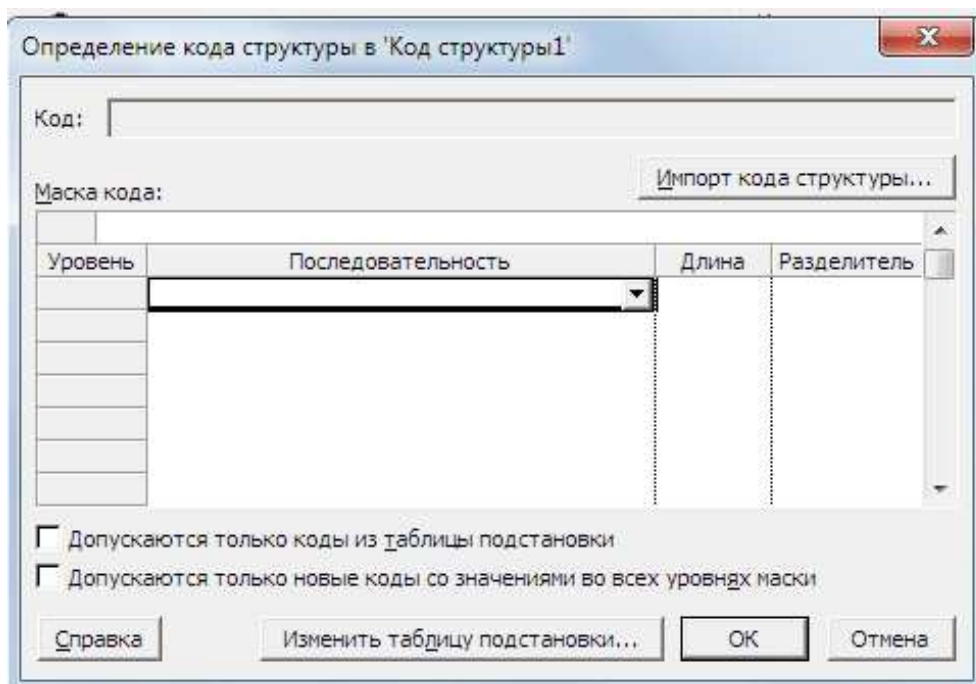

Рис. 20 – Окно **Определение кода структуры**
54. *Настройка нового кода*. Нажать кнопку **Code Mask** (**Определить маску кода**) и в раскрывшемся окне *редактировать маску*. Редактор маски кода выглядит также как для кода *WBS*. В нем можно задать несколько уровней кода, названия уровней, и формат данных (рис. 20).